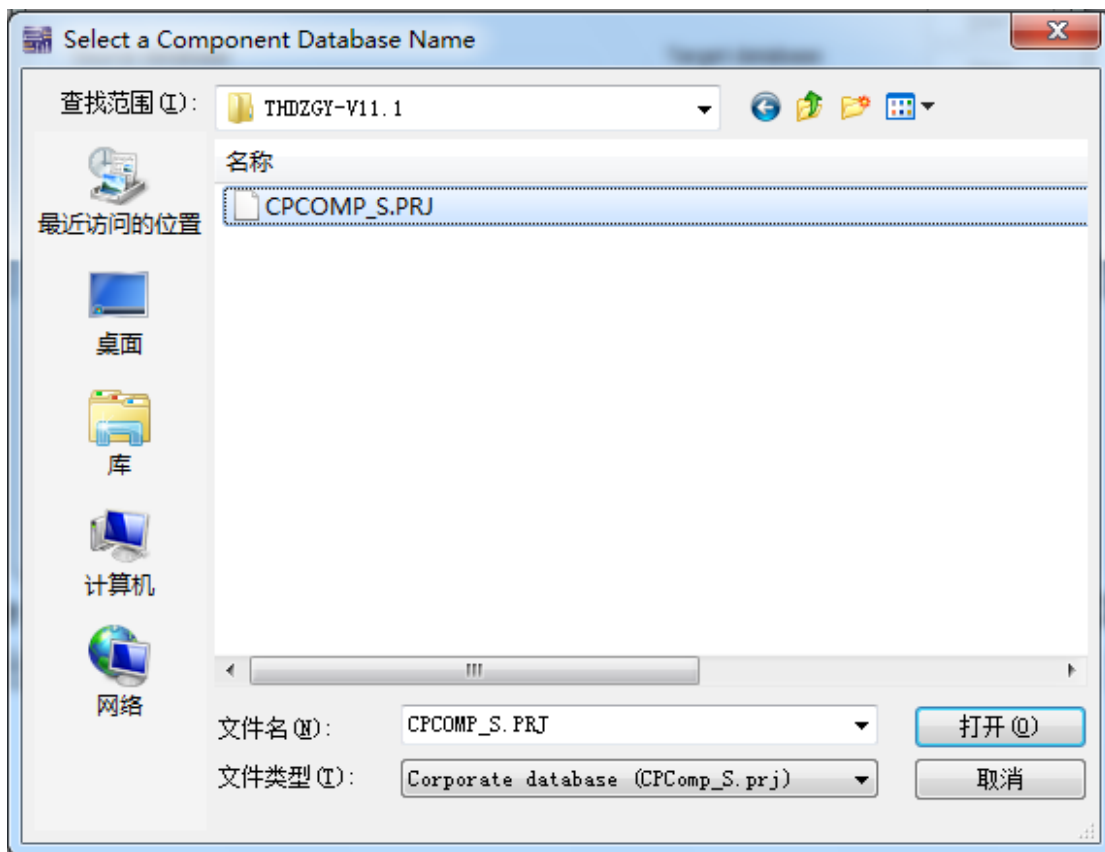

图 2-2 “Select a Component Database Name” 对话框
2. 在 “Database Merge” 对话框的 Target database 区域中, 选中 “Corporate database” 选项, 然后单击 “Select a Component Database Name” 命令。在新弹出的对话框中, 先选择文件类型为 “Corporate database(CPComp_S.prj)”, 再选中 THDZGY-EDA 实践专用库 “CPCOMP_S.PRJ”, 单击 “打开(O)”。如图 2-2 所示: